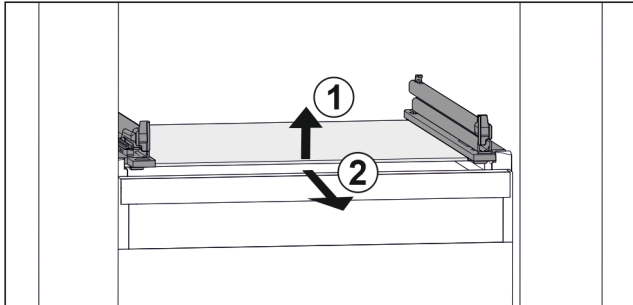

Fig. 42 Rappresentazione esemplificativa del ripiano in vetro
- ▶ Sollevare il ripiano in vetro dal davanti. Fig. 42 (1)
- ▶ Rimuovere il ripiano in vetro tirando in avanti. Fig. 42 (2)